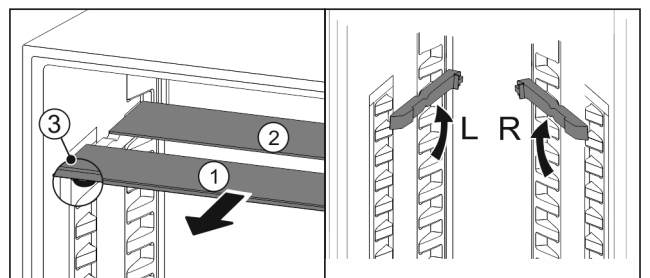

Fig. 73
- ▶ Húzza ki Fig. 73 (1) előre az üveglapokat egyesével.
- ▷ Az üveglap Fig. 73 (1) a díszléccel előre néz.
- ▷ Az ütközők Fig. 73 (3) lefelé mutatnak.